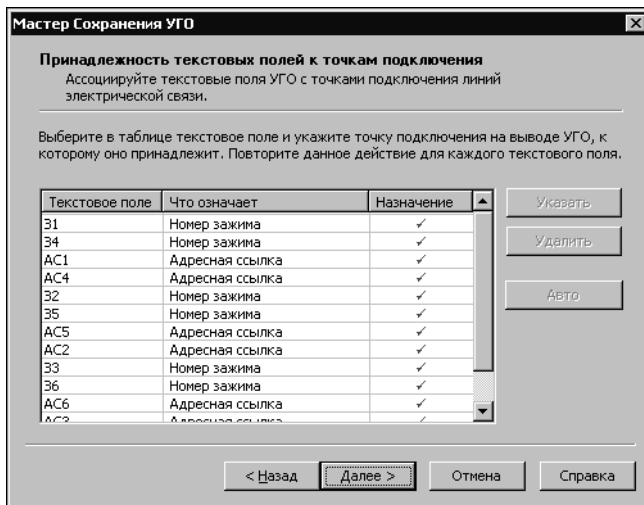

Рис. 11.8. Связь текстовых полей УГО с точками подключения
Откроется следующее окно (рис. 11.8). Оно служит для выполнения ассоциации текстовых полей с точками подключения линий электрической связи.
11. После выполнения ассоциации настоятельно рекомендуется проконтролировать соответствие текстовых полей номеров зажимов точкам подключения на графике УГО. В окне Мастера (рис. 11.8) выберите курсором строку с номером зажима. На графике УГО красным цветом будет выделена точка подключения. Если номер зажима, выбранный в